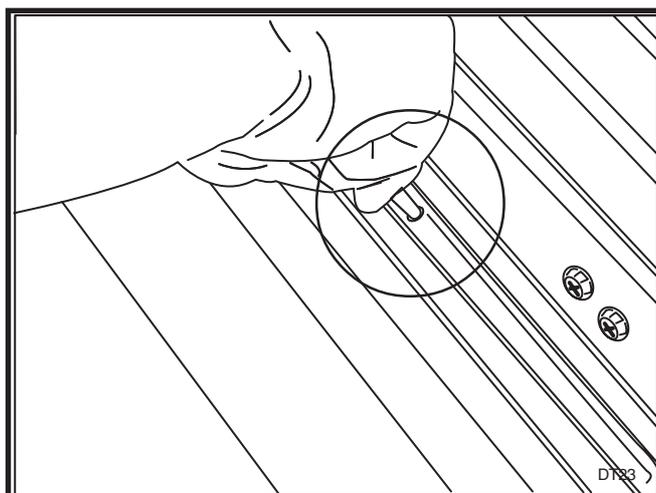

FIGURE 5
14. Tournez l'arbre pour aligner ses trous sur ceux des agitateurs. À l'aide des vis auto-taraudeuses, attachez les agitateurs sur l'arbre arrière. Voir la Figure 5.